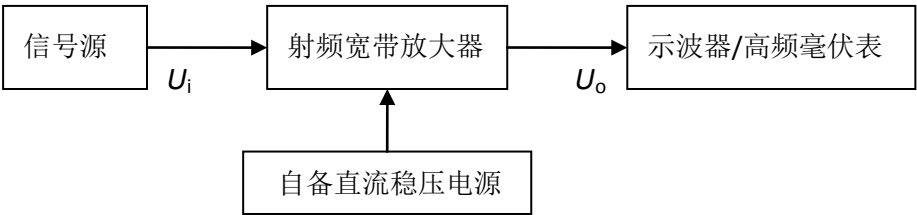
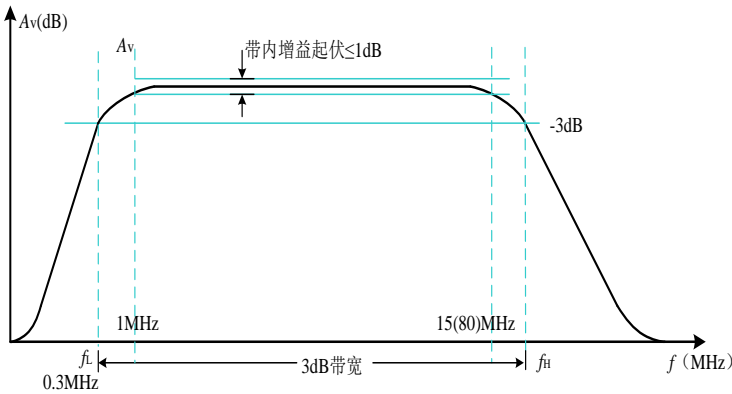

图 1 测试框图
图 2 幅频特性示意图
- 3. 建议的测试框图如图 1 所示，可采用点频测试法。射频宽带放大器幅频特性示意图如图 2 所示。